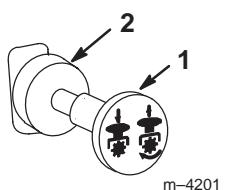

Figure 10
- Placez la commande de prise de force (PDF) en position désengagée (Fig. 10).
- Placez la commande de PDF en position désengagée (Fig. 10).